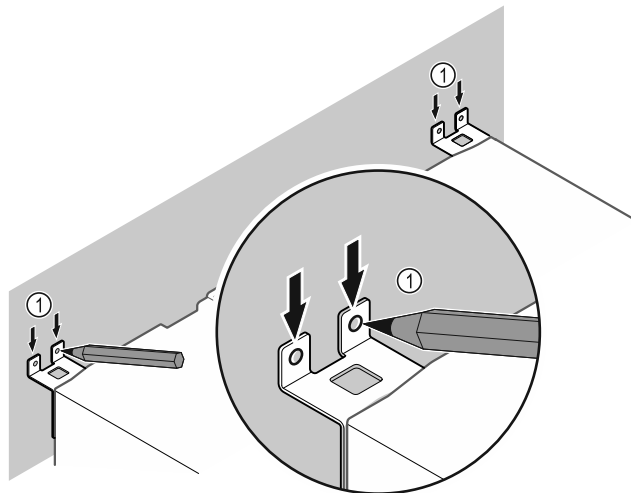

Fig. 11
- Поставете маркировки на стената Fig. 11 (1).